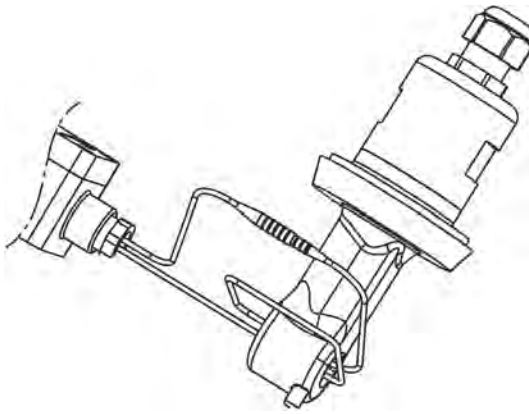

Fig. 78: Empalme de los extremos del alambre
8. ➤ Empalme los extremos del alambre del lazo del conductor del adaptador de calibración. (Véase Fig. 78 .)